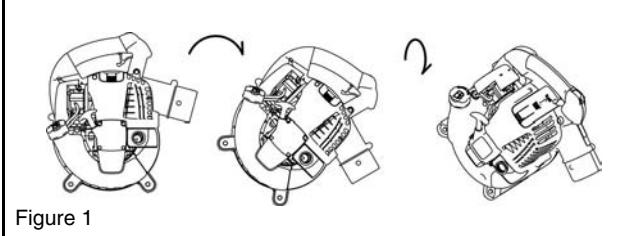
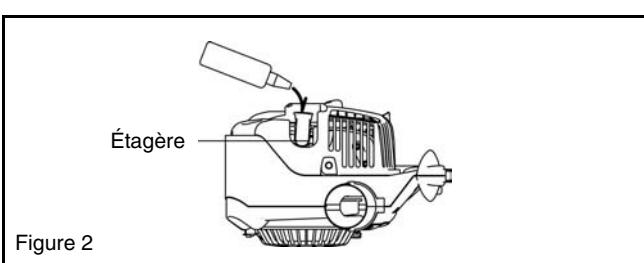

Figure 1
Figure 2
- (1) Vérifier que le bouchon de réservoir à carburant est serré complètement.
- (2) Déposer le bouchon d'huile.
- (3) Incliner la machine dans l'ordre indiqué à la Figure 1.
- (4) Orienter la machine tel qu'ilustré à la Figure 2, et faire le plein jusqu'au repère limite dans le tuyau à huile.
- (5) Après le ravitaillement, serrer la jauge d'huile fermement. Un serrage insuffisant de la jauge d'huile peut provoquer une fuite d'huile.
Pour ouvrir le couvercle, poser les doigts sur la poignée principale et la partie saillante du capot de bougie (Figure 1). Soulever la projection et glisser le capot vers la direction "OPEN". (Figure 2)